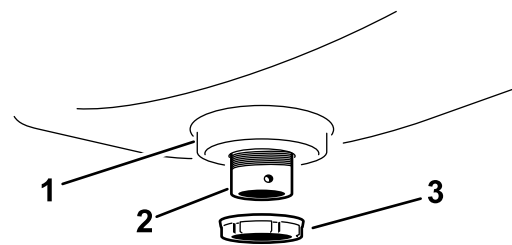

Figura 8
2. Prenda a união do anteparo ao depósito de lavagem com a porca flangeada de plástico (**Figura 8**).